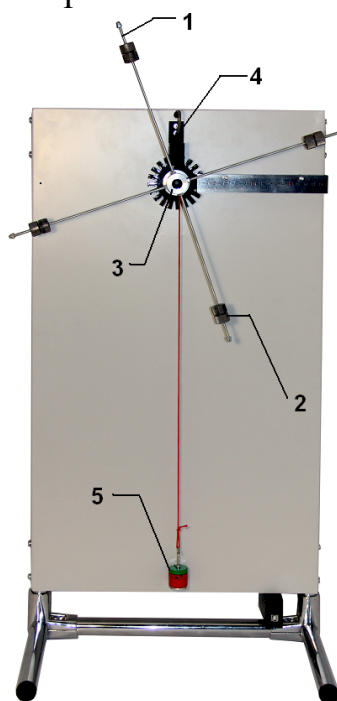

Рис. 1
Маятник Обербека (рис.1) представляет собой крестовину 1, на вращающейся оси 3, на шкив которой намотана нить с грузиком 5 массой m_0 .
5. Запустите измерения (Ctrl+S)  и сразу, непосредственно вслед за запуском приведите в движение маятник, предоставив ему возможность вращаться под действием веса груза 5 (рис.1). Следите за тем, чтобы при спуске груз не раскачивался из стороны в сторону, т.к. в противном случае сила натяжения нити будет непостоянна, что приведёт к неравномерному набору скорости.
3. Шнур наматывать на шкив виток к витку, вращая крестовину против часовой стрелки до перемещения груза 3 (рис.1) в верхнее положение.